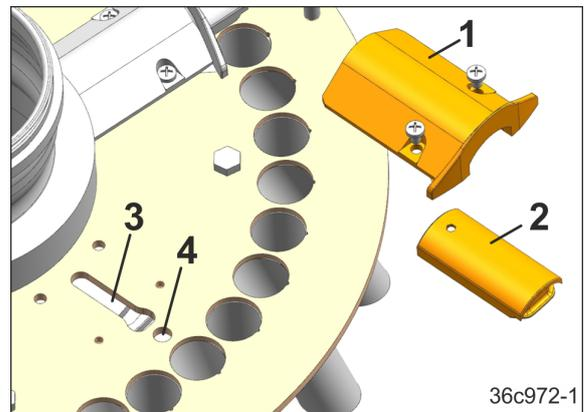

Fig. 230
6. Schiebertunnel (Fig. 230/1) entfernen.
7. Der Zapfen des Schiebers (Fig. 230/2) steckt in der Führung (Fig. 230/3).
8. Der Zapfen des Schiebers (Fig. 230/2) steckt in der Bohrung (Fig. 230/4).